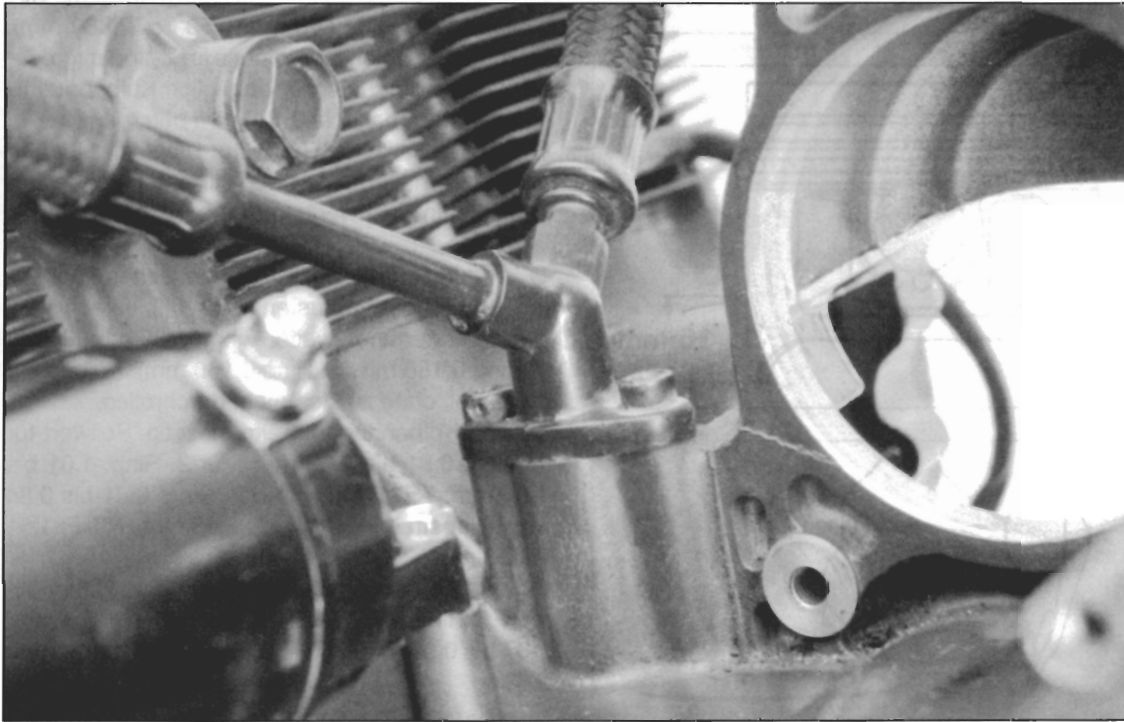

Bild 201a
- Ölschläuche abnehmen (Bild 201a; sofern nicht schon bei Zylinderkopf-Ausbau entfernt).